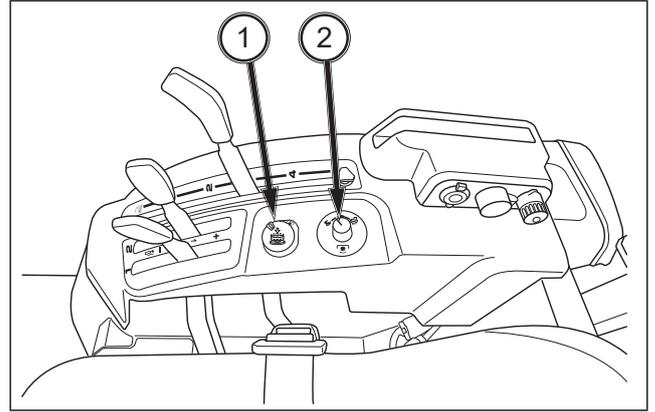

FIG. 54
FIGS. 54 & 55: El interruptor de la TDF (1) se utiliza para conectar y desconectar el sistema de accionamiento de la TDF. El interruptor debe girarse en sentido horario y, a continuación, tirar hacia arriba para activar la TDF. Cuando se conecta, se enciende la luz indicadora de la TDF en el conjunto de luces indicadores.